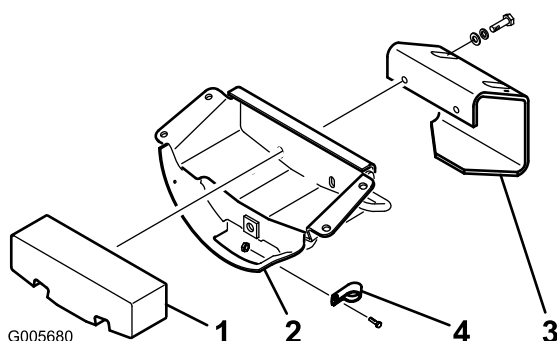

Figura 5
1. Retire los 2 tornillos de caperuza (1/2 x 3/4 pulg.), las arandelas de freno y las arandelas planas que sujetan el peso trasero al soporte del eje (Figura 5).